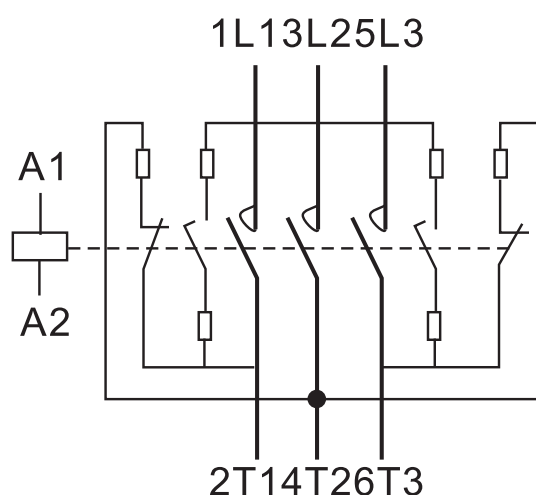

图1
4.2 接触器接线：主电路导线其载流量应不大于 $3.5A/mm^2$ 接线端子与导线的连接应有足够的压力，拧紧螺钉的工具要按螺钉的直径选用，盒式接线端子可以直接将多股导线置入压紧。接线原理图见图1。